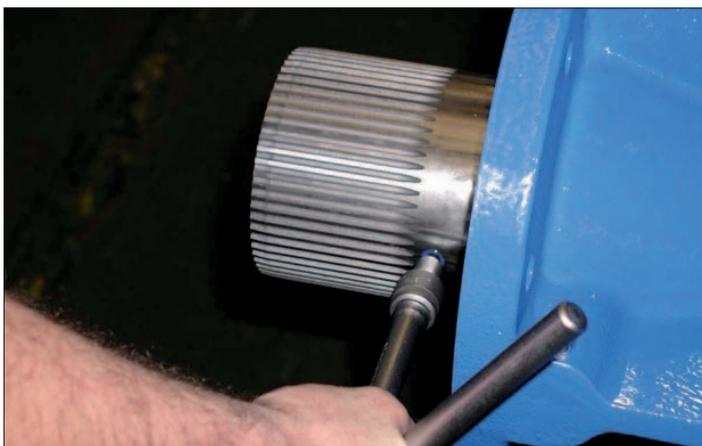

рис. 13: Замена уплотнения - шаг 1
- Закрывать диск (2) затвора.
- Открутить шестигранные гайки на приводном фланце, снять редуктор с вала (7).
- Ослабить шпильку с резьбой и снять соединительный кожух. Снять пружину (20) с вала. (Рис.13)